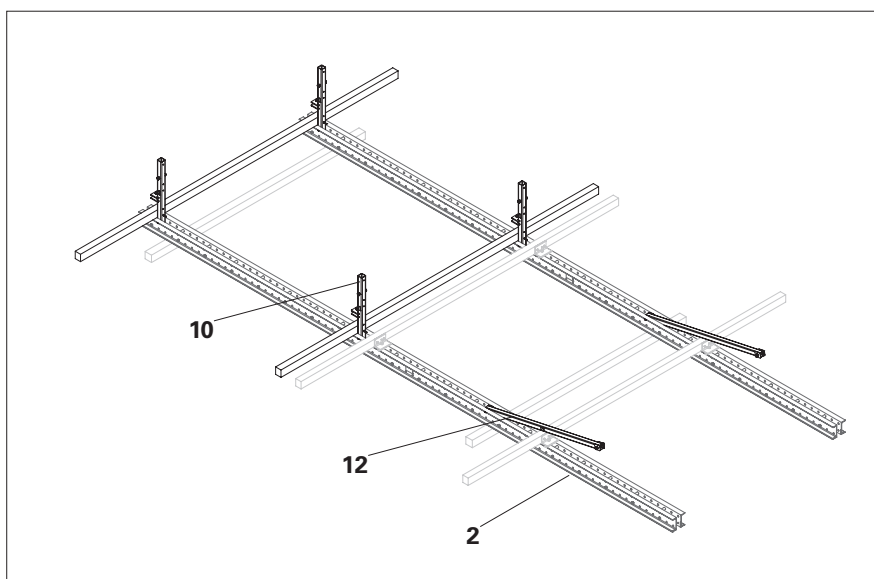

Fig. E1.05
4. Rimuovere le traverse (**10**) e i puntoni diagonali (**12**) dalle guide del sistema di ripresa (**2**). (Fig. E1.05)